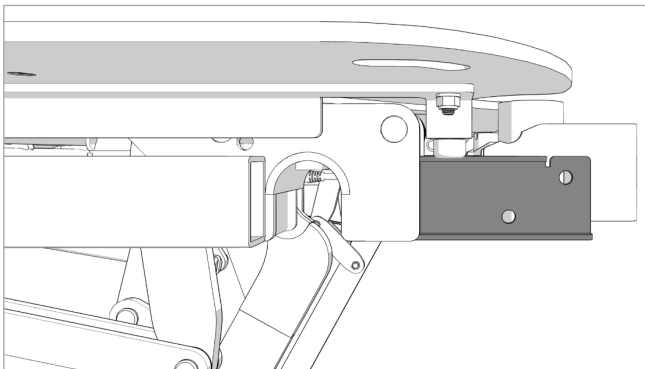

Afbeelding 8.2
3. Proxima heeft twee aansluitpoorten voor de handbedieningen, één aan het voeteneinde en één aan het hoofdeinde zoals weergegeven in afbeelding 8.2. Proxima wordt geleverd met de handbediening voor de patiënt aangesloten op poort 1 en de handbediening voor de assistent aangesloten op poort 2.